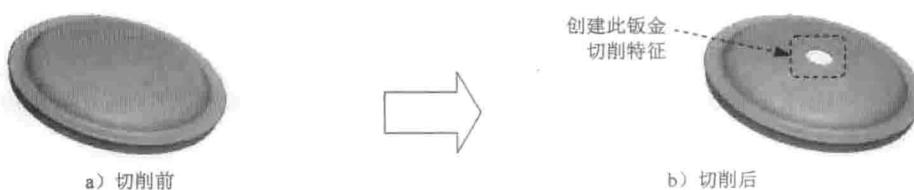

图 1.17 拉伸切削特征 1
Step6. 创建图 1.17 所示的钣金拉伸切削特征 1。